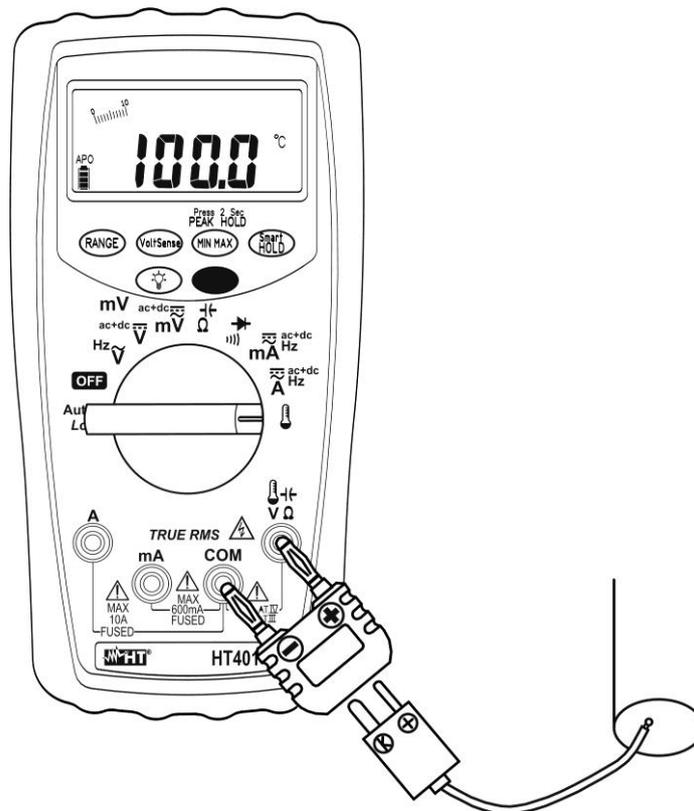

Fig. 10: Uso do instrumento para medição de Temperatura
3. Inserir o adaptador fornecido nos terminais de entrada $V\Omega$ e **COM** respeitando as cores vermelho e preto presentes no mesmo (ver Fig. 10)
4. Ligar a sonda tipo K fornecida ou uma das sondas opcionais (ver Fig. 10) ao instrumento através do adaptador respeitando as polaridades positiva e negativa presentes na ficha da sonda. O valor da temperatura é mostrado no display